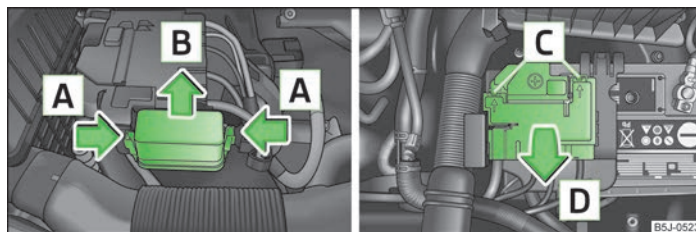

Fig. 141 Bateria autovehiculului: Capacul panoului de siguranțe
- Apăsăți simultan mânerul de siguranță ale panoului de siguranțe, în sensul săgeții **A** » fig. 141 și împingeți înspre afară capacul, în sensul săgeții **B**.